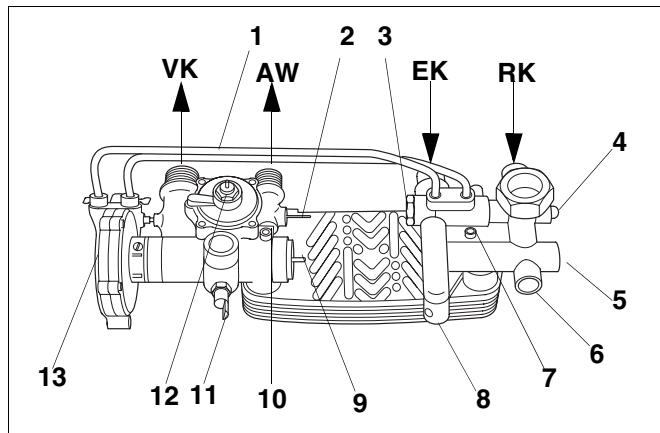

Рис. 31 Гидравлический блок комбинированного устройства
- Отвернуть крепежные винты теплообменника горячего водоснабжения (рис. 31, поз. 7 и 10) и вытянуть вниз теплообменник горячего водоснабжения.
- Выкрутить сетку очистки холодной воды (рис. 31, поз. 3) с помощью обычного гаечного ключа (SW 24).
### Легенда к рис. 31: